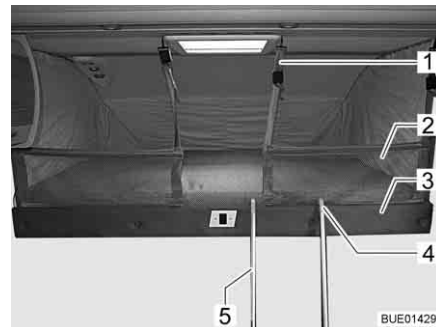

Bild 122 Högbar säng med uppspänt skyddsnet
Om det finns ett skyddsnet, ligger skyddsnetet (Bild 122,2) med säkerhetsremmarna befinner sig under madrassen i den höjbara sängen. Skyddsnetet ska först monteras när personerna som ska sova där befinner sig på den höjbara sängen.
- Haka fast säkerhetsremmarna (Bild 122,1) i krokarna i taket.
- Haka in trappstegens (Bild 122,5) två byglar (Bild 122,4) på den höjbara sängens list (Bild 122,3).